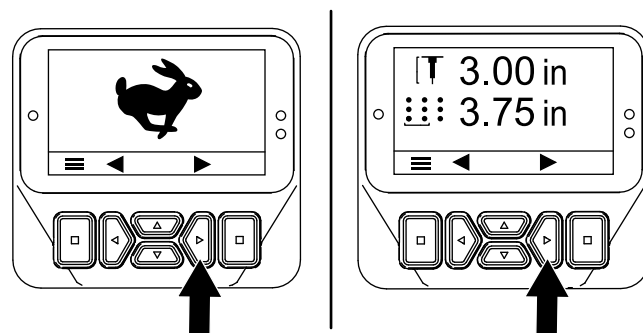
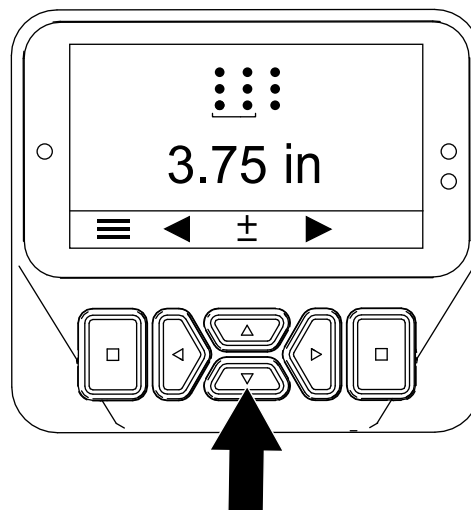

Bild 53
Bild 54
3. Drücken Sie die Taste „nach rechts“, bis der Bildschirm „Einstellen des Lochabstands“ angezeigt wird (Bild 53 und Bild 54).
4. Stellen Sie den Lochabstand (Bild 54) wie folgt ein: